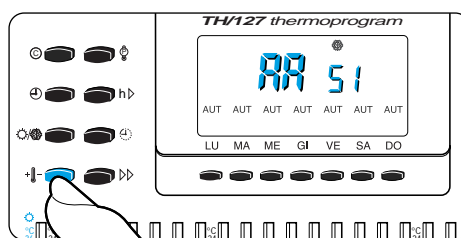

Fig. 37
12.3 - Premere il pulsante \pm (fig. 37).